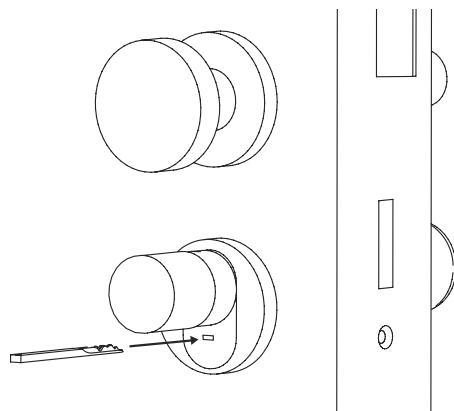

Fig. 11
① Para abrir la cerradura, despliegue la llave de seguridad por la articulación e introdúzcala a continuación por la ranura indicada en la cubierta de la cerradura de emergencia (Fig. 11).
② Gire la llave 90 grados en el sentido horario. Dado el caso, gire el pomo exterior ligeramente hacia la izquierda y la derecha para liberar el mecanismo. La cerradura se abrirá como máximo tras dar dos vueltas completas al pomo del cilindro.
③ Una vez abierta la puerta, gire la llave de seguridad hasta que recupere su posición inicial (90 grados en sentido antihorario) y sáquela de la cerradura.
④ Para que el cilindro de cierre vuelva a colocarse en la posición de cierre habitual, gire el pomo exterior dos vueltas completas en ambos sentidos. De esa manera el mecanismo quedará enclavado y la cerradura de emergencia quedará completamente cerrada.